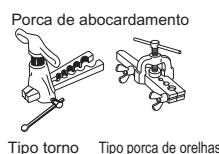
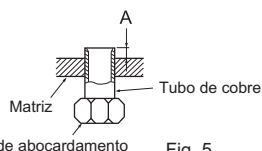

Fig. 4
Fig. 5
- Insira a mangueira de drenagem completamente no reservatório de drenagem existente na parte posterior direita da unidade interior. (Fig. 4)
- Insira a mangueira de drenagem na manga do orifício de parede (C) e encaixe a parte superior da unidade interior na placa de instalação (1). Em seguida, mova a unidade interior completamente para a esquerda de modo a facilitar o posicionamento da tubagem no espaço posterior da unidade.
- Corte um pedaço de cartão da embalagem, enrole-o, encaixe-o na viga posterior e utilize-o como espaçador para levantar a unidade interior. (Fig. 5)
- Ligue a tubagem do refrigerante ao tubo de extensão (B).
- Introduza a parte inferior da unidade interior na placa de instalação (1).
- 4) Trabalho de abocardamento (Fig. 4, 5). Mantenha firmemente o tubo de cobre na dimensão apresentada na tabela. Selecione A mm na tabela de acordo com a ferramenta utilizada.